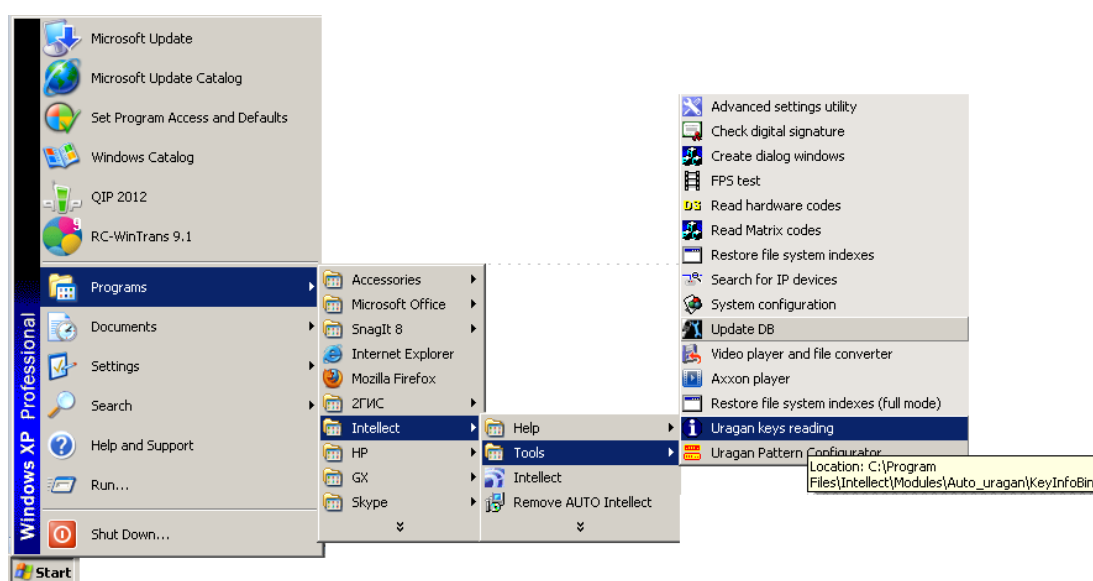

Fig. 12.1—1 Start the KeyInfo.exe utility from the Start menu
1. Start the utility from the Start menu. Click «Start», then «Programs», then «Intellect», then «Tools», then «Uragan keys reading» (Fig. 12.1—1).